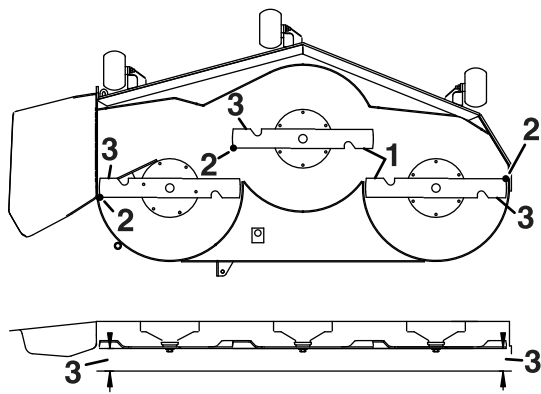

Figura 71
5. Mida entre los bordes de corte exteriores y la superficie plana (Figura 71).